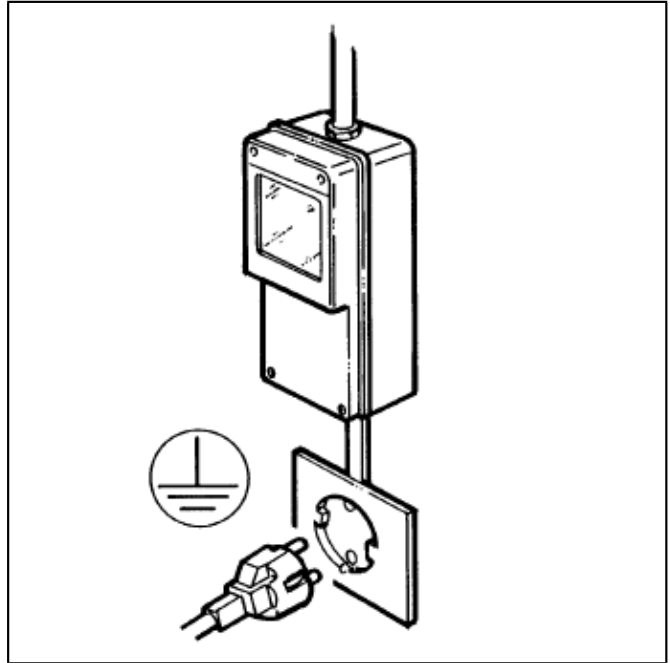

Abb. 3
- Vergewissern Sie sich, dass das bauseitige Stromnetz, an welches das Gerät angeschlossen werden soll, den Anforderungen der einschlägigen Sicherheitsvorschriften entspricht und zuverlässig geerdet ist (Abb. 3). Der Hersteller kann nicht für eventuelle Schäden durch ein Fehlen der Erdung der Anlage haftbar gemacht werden.
- Für eine korrekte und sichere Installation ist es unerlässlich, dass der Steckdose ein Fehlerstromschutzschalter mit mindestens 3 mm Kontaktöffnung vorgeschaltet wird, in Konformität mit den gesetzlichen Sicherheitsvorschriften (Abb. 3).